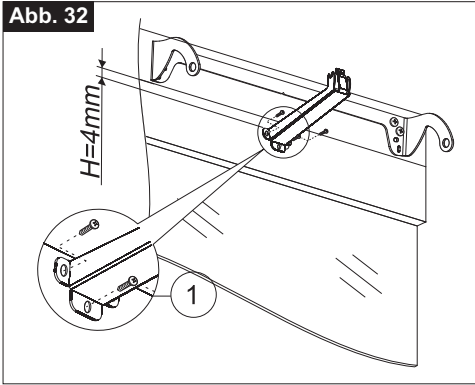

Abb. 33
- 8) **Abb. 33-** Mit den zwei standardgelieferten Schrauben (**Bez. 1**) den Stellantrieb am Fensterkuppelungsbügel befestigen;